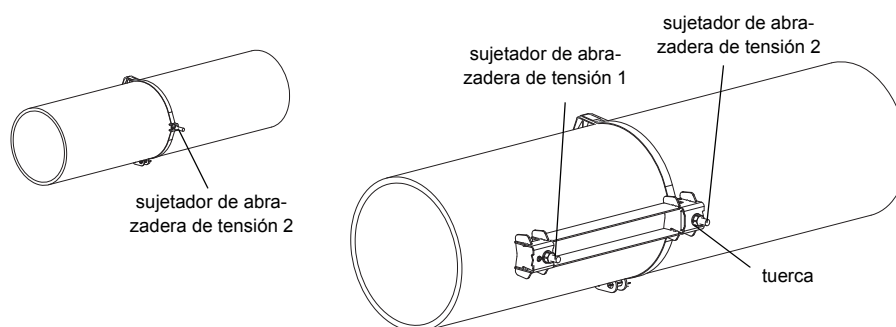

Fig. 9.19: Raíl montado de un lado en el tubo
- Atornillar el raíl al sujetador de abrazadera de tensión 2 (véase Fig. 9.19).